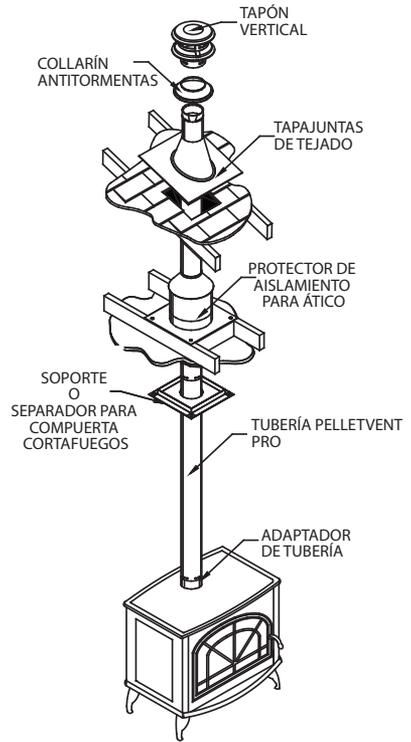

Figura 1
2. Si la salida de la ventilación está arriba de la estufa (**Figura 1**):